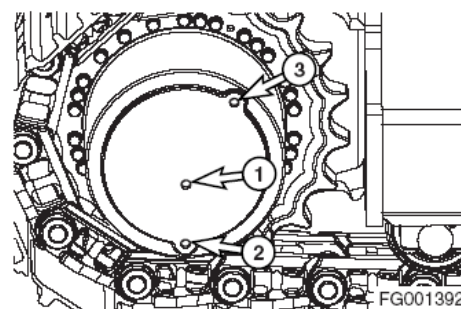

Рис. 45
2. Поворачивать гусеницу пока отверстия (с 1 по 3, рис. 45) не встанут в нужное положение, как показано на рисунке.
3. Медленно отвинтить крышку горловины (3, рис. 45) чтобы сбросить давление воздуха.
4. Снять заглушку уровня масла (1, рис. 45).
6. При необходимости добавить топливо через отверстие заливной заглушки (3, рис. 45).
7. Почистить и установить щуп проверки уровня масла и заглушку (1 и 3, рис. 45).